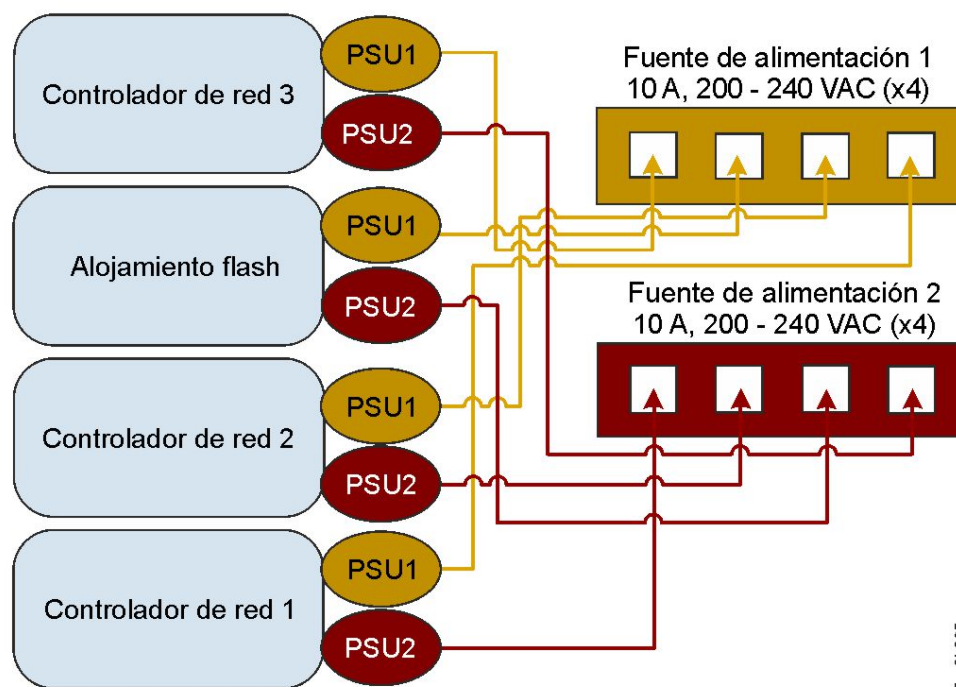

Figura 11. Fuentes de alimentación de FlashSystem A9000
Se necesitan dos unidades de distribución de alimentación (PDU) independientes suministradas por el cliente para los dos cables de alimentación que necesita cada componente del sistema (total de ocho tomas de alimentación,, cuatro por PDU), como se indica en Figura 11 en la página 25).
- Para eliminar un punto único de anomalía, las unidades de distribución de alimentación tienen que ser independientes. Esto significa que cada toma de alimentación tiene que utilizar una unidad de distribución de alimentación independiente y cada fuente de alimentación necesita su propio interruptor de pared (consulte Figura 11 en la página 25).
Un sistema FlashSystem A9000 requiere dos fuentes de alimentación independientes, con al menos cuatro tomas de alimentación (4) 10 A, 200 – 240 VAC (como se muestra en Figura 11 en la página 25).